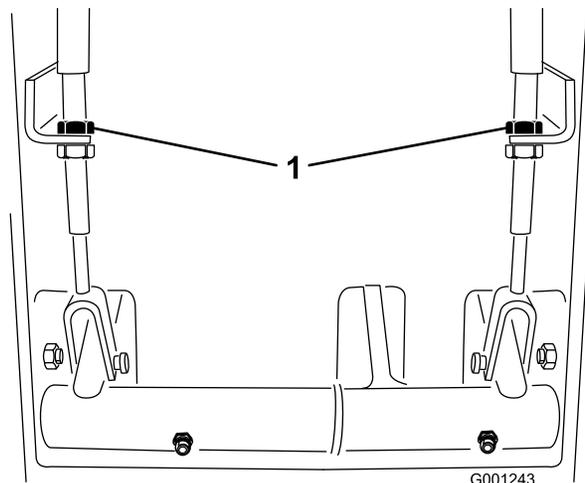

図 62
2. 遊びを減らす (ブレーキを締める) には、ブレーキ・ケーブルのネジ山の前ナットをゆるめ、後ろのナットを締める (図 62)。後ろ